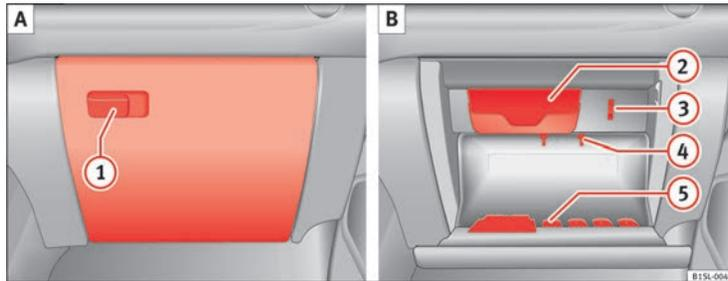

Abb. 73 Ablagefach mit Deckel auf der Beifahrerseite.
Zum *Öffnen* am Öffnungshebel ziehen ⇒ Abb. 73 ①.